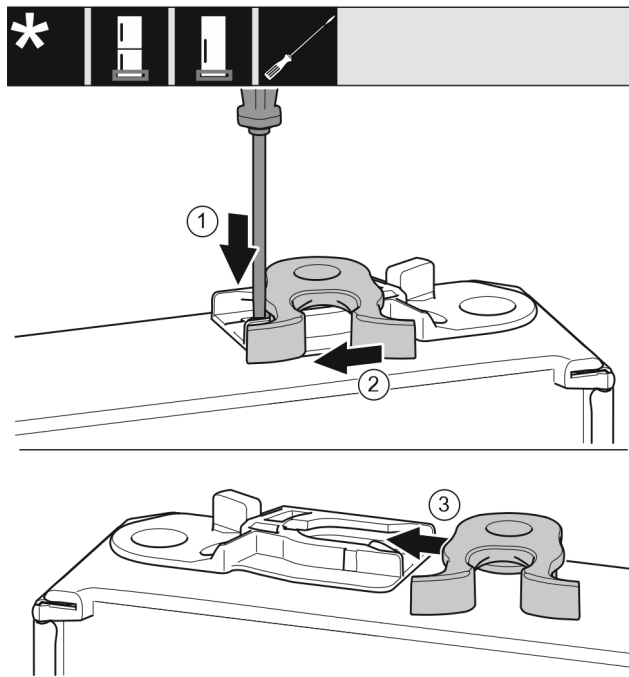

Fig. 22
- ▶ Plochým šroubovákem přitlačte lamelu Fig. 22 (1) dolů.
- ▶ Vytáhněte petlici Fig. 22 (2) z vedení.
- ▶ Petlici Fig. 22 (3) zasuňte do vedení na druhé straně.